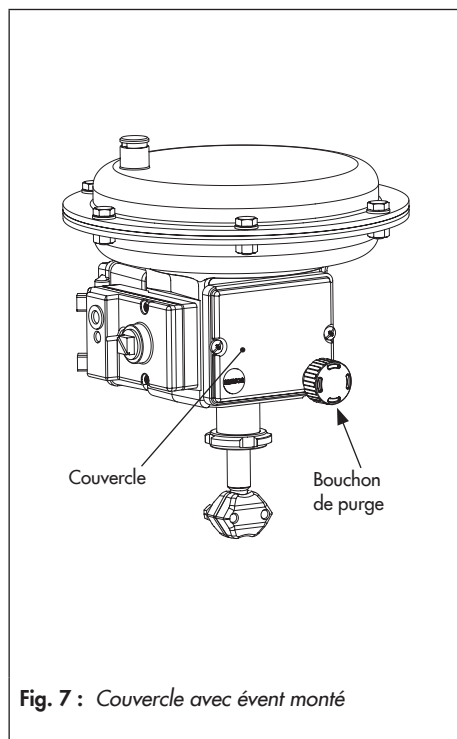

Fig. 7 : Couvercle avec évent monté
- Placer le couvercle (11) de l'autre côté. S'assurer que l'évent se trouvera vers le bas lorsque la vanne sera montée afin de permettre l'évacuation d'éventuels condensats (Fig. 7).
5. Vérifier que la languette du joint (16) sur le côté du bloc de liaison est alignée de sorte que le symbole du servomoteur « Tige sort par manque d'air » ou « Tige entre par manque d'air » corresponde à l'exécution du servomoteur. Si ce n'est pas le cas, desserrer les trois vis de fixation, retirer le couvercle, puis tourner le joint (16) à 180° avant de le replacer.
6. Placer le bloc de liaison (12) avec ses joints sur le positionneur et l'arcade, puis les fixer à l'aide de la vis (12.1).
8. Placer le couvercle (11) de l'autre côté. Veiller alors à ce que le bouchon de l'évent se retrouve vers le bas lorsque la vanne sera montée afin de permettre l'évacuation de condensats éventuels (cf. Fig. 7 en page 30).